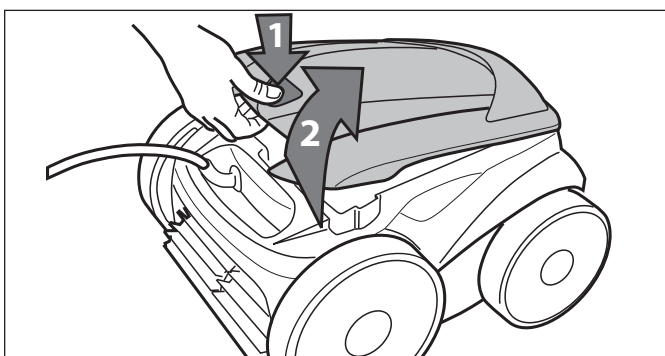

Figure 20. Soulever le couvercle du robot nettoyeur
5. Appuyer sur le verrou du couvercle (1) et soulever le couvercle (2) jusqu'à ce qu'il soit fixé en position verticale. (Figure 20).